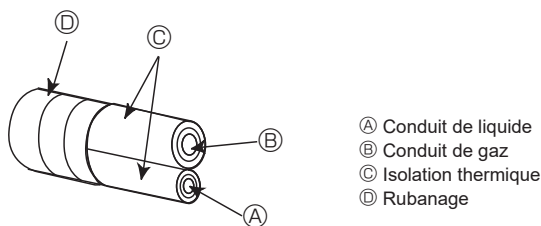
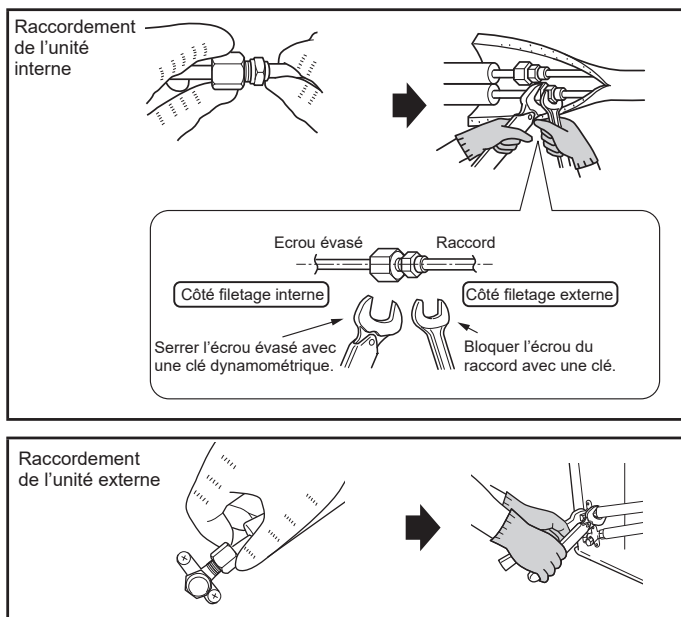

Fig. 4-4
Fig. 4-5
4.3. Connexion des tuyaux (Fig. 4-4, Fig. 4-5)
Ⓐ (Fig. 4-5)